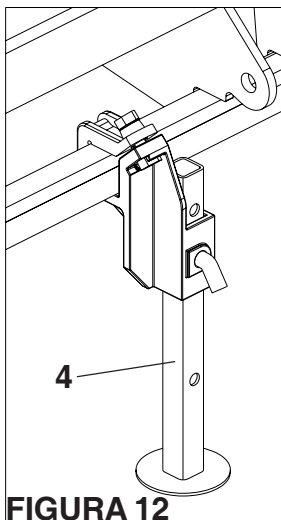

FIGURA 12
- 2 - Abaixar o suporte de apoio (4) até que a semeadora fique devidamente apoiada no solo, evitando acidentes. (FIGURA 12)